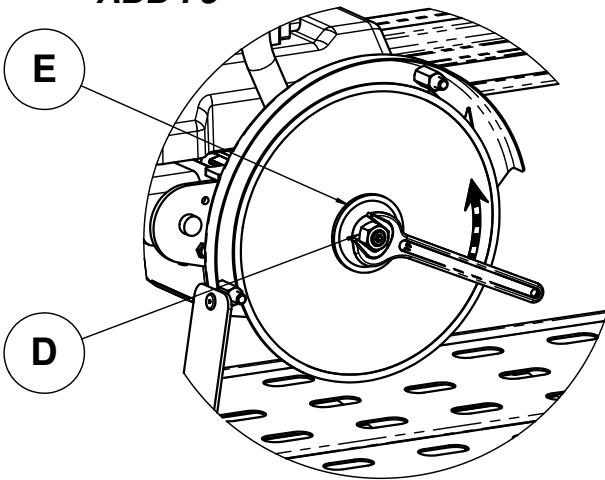

FIG : 6
- Проверьте центровку диска по пластине (F) - [СМ. рис. 6]
- Установите на место прижимную пластину (E) и зажмите гайку (D).
- Установите защиту, зажмите барашки (C).